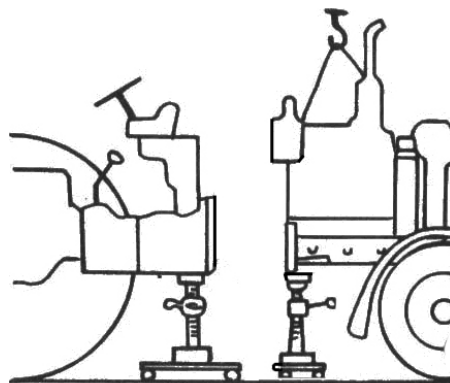

Рисунок 4.3
- 10) подведите под корпус муфты сцепления опору винтовую Р-7521-01 (или аналогичную ей) (**рисунок 4.3**) до полного контакта с корпусом МС;